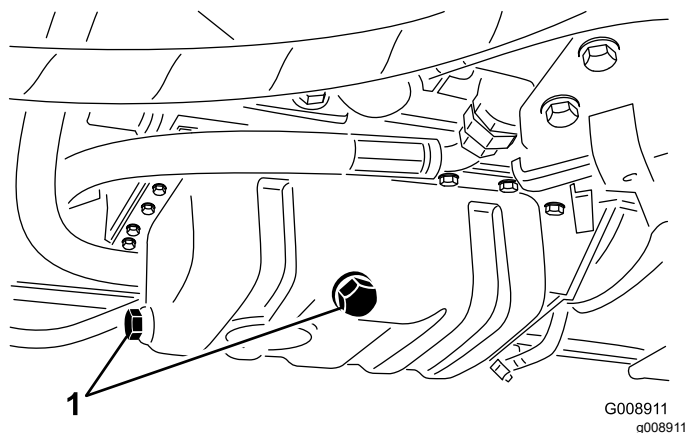

Figura 61
1. Togliete il tappo di spurgo (Figura 61) e lasciate defluire l'olio in una bacinella.